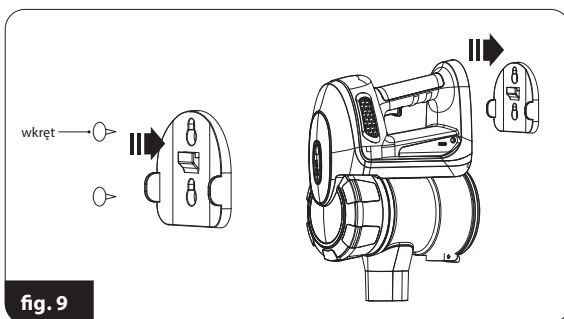

fig. 9
3. Placez le support (24) à l'endroit souhaité sur le mur, le meuble, etc. et marquez au crayon les emplacements des vis fournies avec l'aspirateur.
4. Serrez les vis (fig.9), mais ne serrez pas complètement, afin de pouvoir fixer facilement le support.